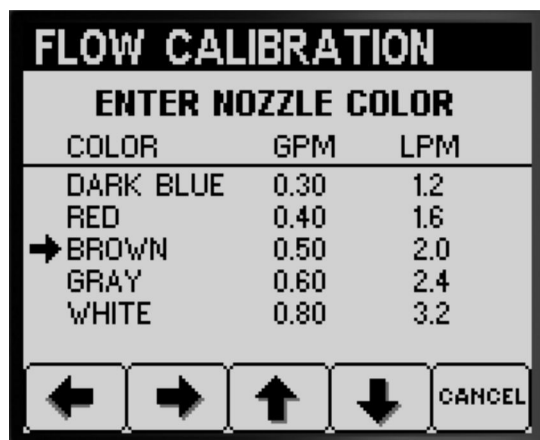

Figure 44
- Pour les machines dont les couleurs de buse correspondent aux débits décrits à la Figure 44, sélectionnez la couleur des buses installées à la position de pulvérisation active.
- Pour les machines dont les couleurs de buse **ne correspondent pas** aux débits décrits à la Figure 44, sélectionnez le débit (l/min) des buses installées à la position de pulvérisation active.
- Appuyez sur le bouton 2 pour passer à l'étape suivante (Figure 44).